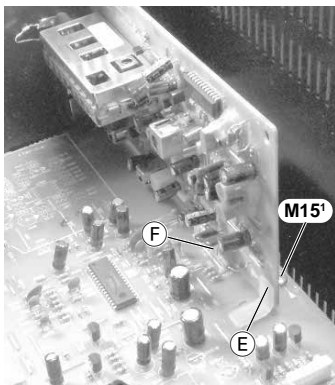

Fig. 25
- Schraube **M15¹** (Fig. 25) herauserschrauben und Hauptplatte M60¹ mit der kompletten Gerätefront nach vorne herausziehen.
- Undo screw **M15¹** (Fig. 25) and pull out the main circuit board M60¹ together with the complete front of the mini system towards the front.
- Rastung **E** (Fig. 25) ausrasten und Tuner abziehen.
- Beim Wiedereinbau auf korrekten Sitz des Steckverbinders **F** (Fig. 25) achten.
- Unhook the catch **E** (Fig. 25) and pull off the tuner.
- When reassembling take care of the correct position of connector **F** (Fig. 25).